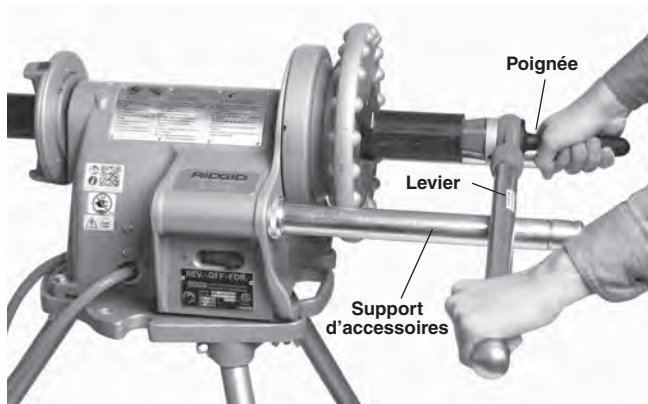

Figure 16 – Alésage des tuyaux à l'aide d'un alésoir manuel. (Gardez le levier de l'alésoir appuyé contre le support)
2. Insérez l'alésoir à l'intérieur du tuyau comme indiqué à la Figure 16. Reposez le levier de l'alésoir sur le support d'accessoires côté commutateur, tout en tenant sa poignée de la main droite.